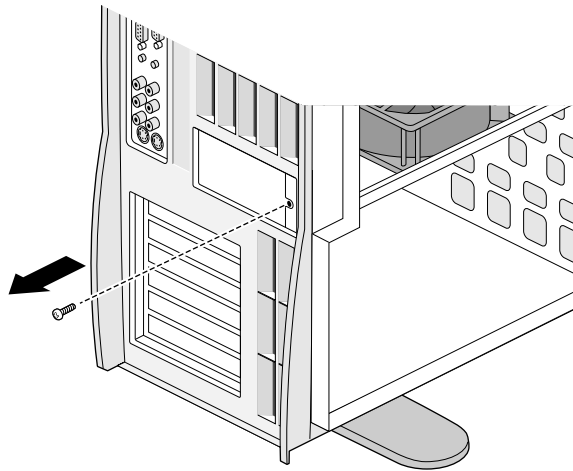

Abbildung 5-15 Lage der Abdeckblende für die Silicon Graphics SD1100-Karte
5. Die Abdeckblende für den Ein- und Ausgang der Silicon Graphics SD1100-Karte befindet sich auf der Rückseite des Systems, wie in Abbildung 5-15 dargestellt.